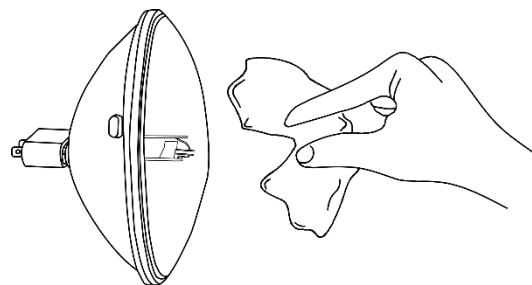

Abb. 04
- 04) Nehmen Sie die Lampe aus der Schachtel. Achten Sie darauf, **sie am Sockel anzufassen**. Lesen Sie die Gebrauchsanweisung der Lampe. **Berühren Sie nicht das Glühbirnenglas**. Wenn Sie die Lampe mit öligen Händen anfassen, wird die Lebensdauer beeinträchtigt. Wenn Sie das Glas der Glühbirne berühren, wischen Sie sie mit einem sauberen, fusselfreien Tuch und Reinigungsalkohol ab (Abb. 04).